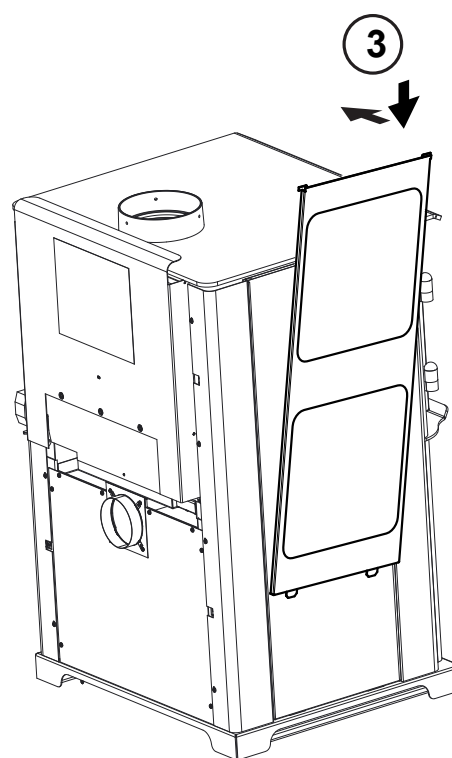

Figure 16.6
3. Fixez à nouveau le cadre des tuiles Figure 16.6.